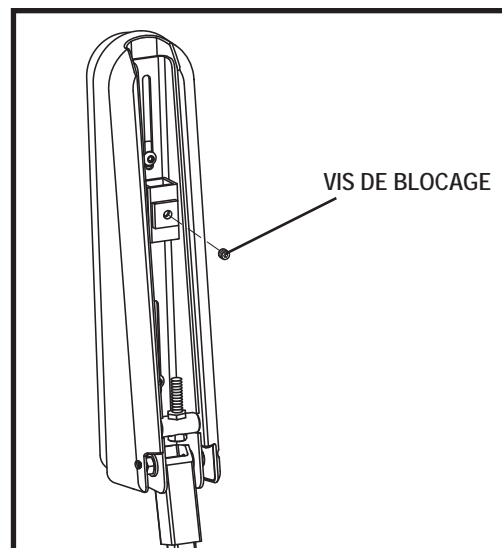

Figure 15. Dessous de l'accoudoir
Si votre fauteuil motorisé est équipé d'un système d'ancrage pour le transport, celui-ci possède des supports avant et arrière pour l'ancrage et des supports pour la fixation de la ceinture de positionnement. **Voir la figure 15.** Référez-vous aux informations supplémentaires contenues dans le manuel du fauteuil motorisé pour les instructions sur l'utilisation du système d'ancrage.
2. Desserrez la vis de réglage sous l'accoudoir. **Voir la figure 15.**